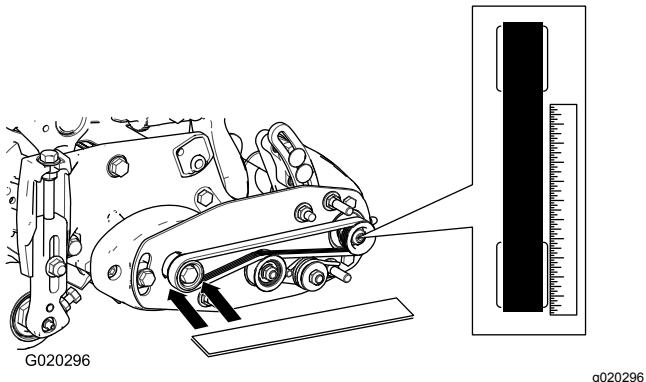
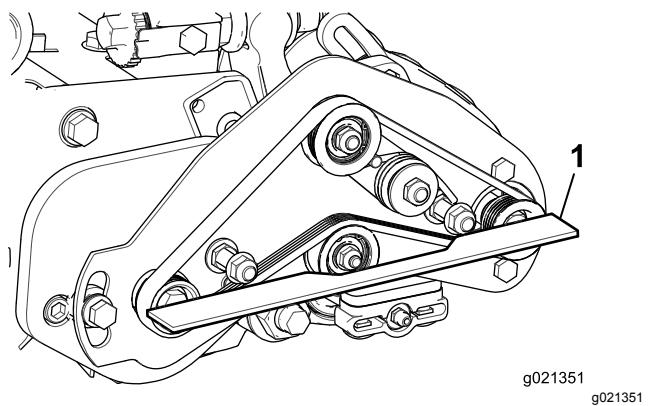

図 24
図 25
- ・ 駆動プーリの外側面に直定規を当てる図 24 と図 25。駆動プーリと受動プーリの両方に直定規を当てないこと。